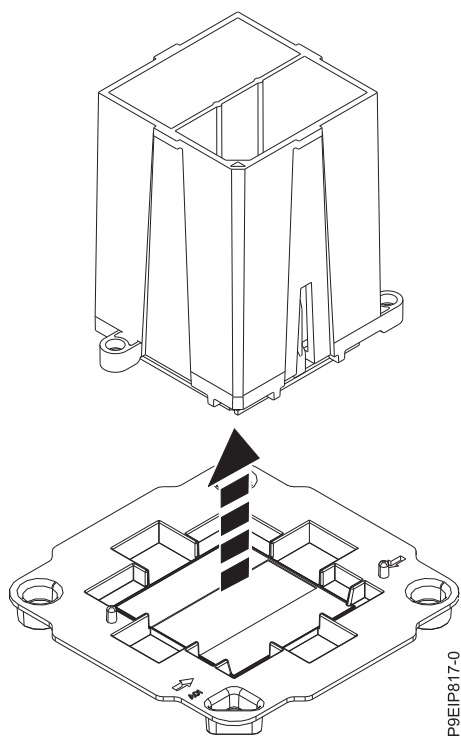

Figure 63. Dégagement du module de processeur système hors du plateau d'emballage
6. Soulevez le module de processeur système hors du plateau d'emballage comme illustré dans la figure 63, à la page 64.